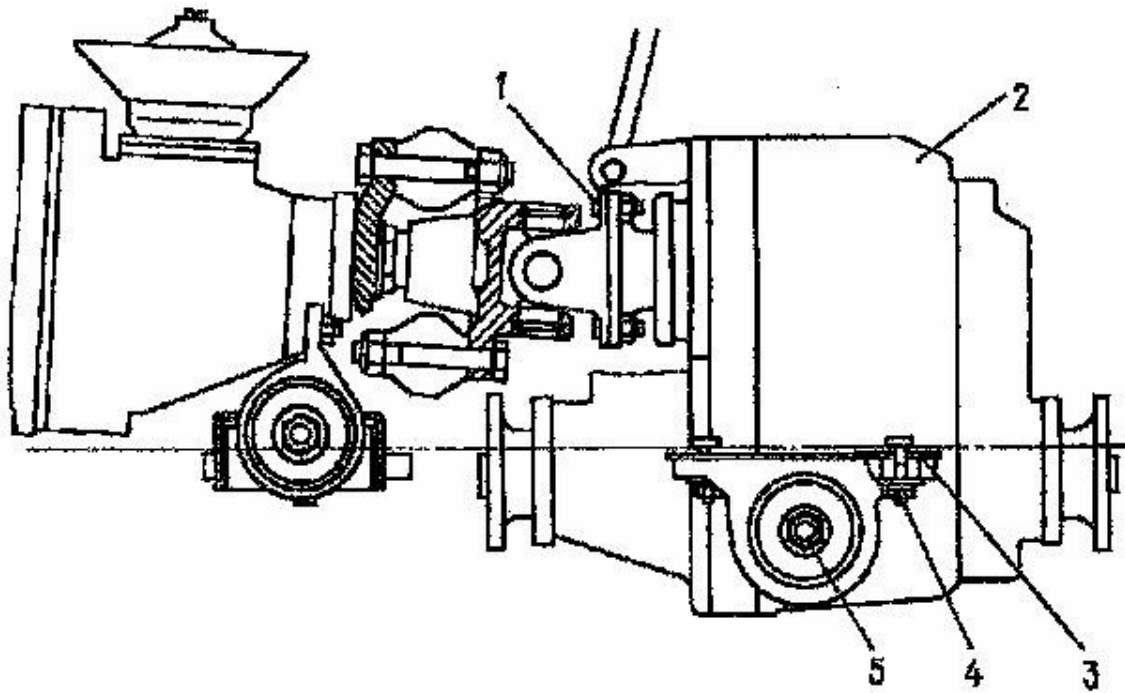

fig. 3-41. Esquema de instalación del reenvío;
- instalar el reenvío en el automóvil sin apretar en esto por completo las tuercas 4 y 5 (fig.3-41), que sujetan los soportes de la suspensión del reenvío;
- los árboles propulsor e intermedio se instalan simultáneamente (fig.3-41) en el cárter del reenvío;